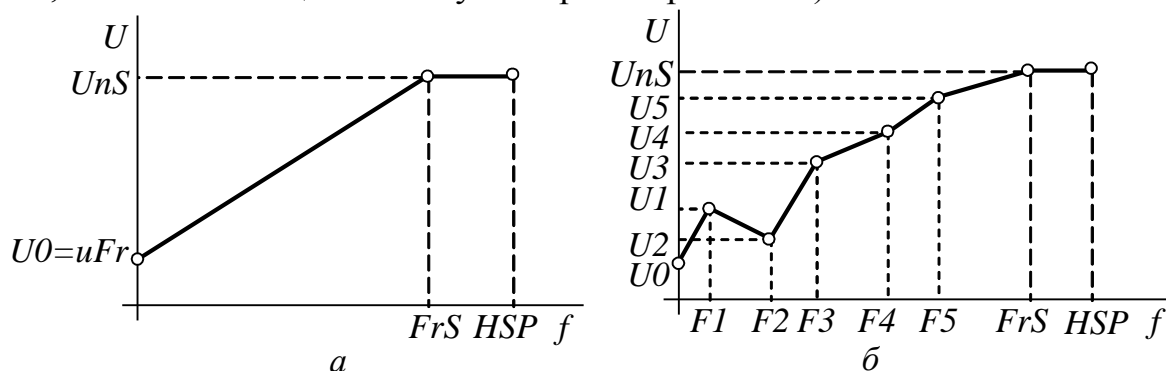

Рис. 5.1 Вольт-частотные характеристики законов [*Std*] (а) и [*uFS*] (б)
- [*Скалярный*] [*Std*] – скалярное частотное управление с поддержанием постоянства соотношения  $U/f$ , допускает параллельное питание нескольких двигателей (рис. 5.1а);
- [*U/f* квадратич.] [*uFq*] – скалярное управление двигателями с моментом, квадратично зависящим от частоты (т.н. переменным моментом); рекомендуется для насосов и вентиляторов (рис. 5.1б);
Первые два закона управления обеспечивают зависимости между напряжением и частотой (вольт-частотные характеристики, ВЧХ), показанные на рис. 5.1. Координаты точек ВЧХ задаются одноименными параметрами [*U1*]... [*U5*], [*F1*]... [*F5*] (меню 5.9 [ПАРАМЕТРЫ ДВИГАТЕЛЯ]→[ПРИВОД] drC-), доступными
В диапазоне частот [*HSP*] > *f* > [*FrS*] (рис. 5.1) наступает режим ослабления поля (вторая зона регулирования), в котором частота изменяется при неизменном напряжении, а магнитный поток меньше номинального и примерно обратно пропорционален выходной частоте.